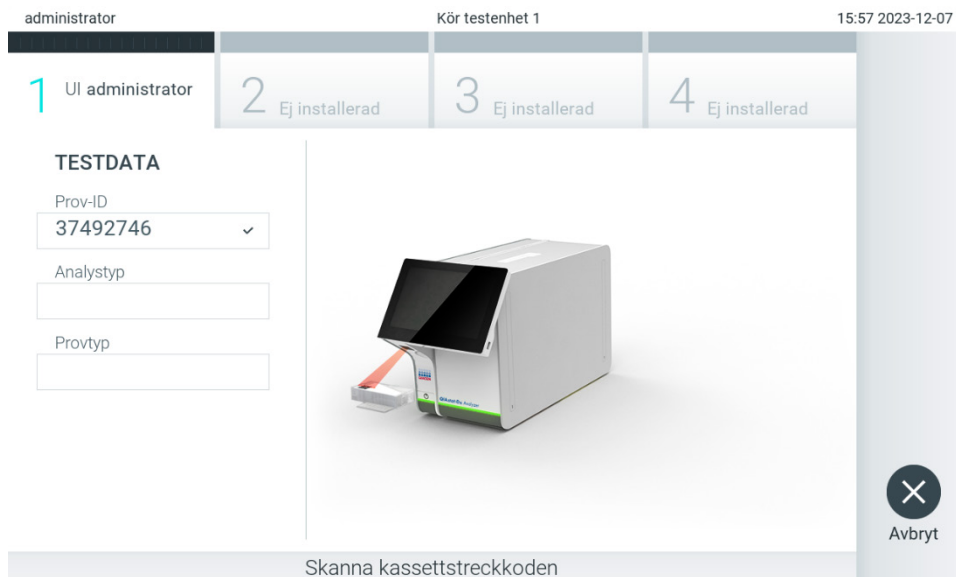

Bild 87. Skanna streckkod för QIAstat-Dx-analyskassetten.
4. När testbeställningen har hämtats från värden visas "Scan cartridge for assay <assay_name> and book order <order_number>" (Sök efter analys på kassetten <analysnamn> och beställning <beställningsnummer>). Skanna streckkoden för den specifika QIAstat-Dx-analyskassetten (bild 87).